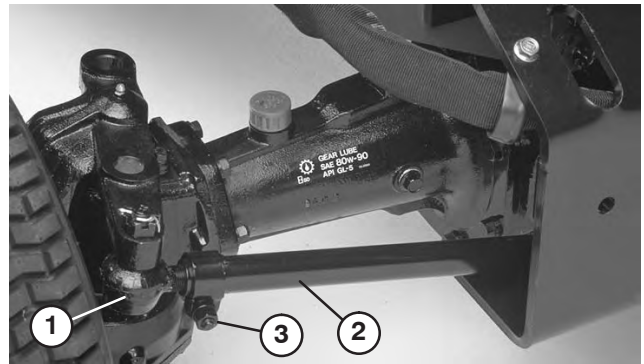

Bild 65
2. Entfernen Sie den Splint und die Mutter, mit denen ein Kugelgelenkt der Zugstange an der Befestigungshalterung der Achse befestigt ist. Entfernen Sie das Kugelgelenk von der Achse (Bild 65).
3. Lösen Sie die Schraube an der Spurstangenklemme (Bild 65). Drehen Sie das Kugellager heraus oder hinein, um die Länge der Zugstange anzupassen.